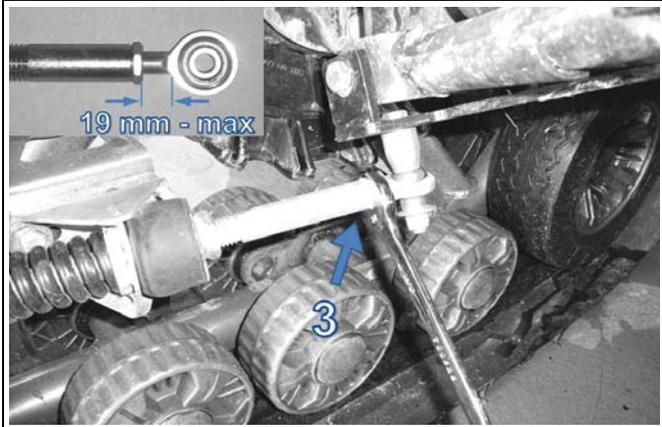

Figure 15
*NOTA: Dans certains cas rares où l'ajustement de l'écrou (article 2, Figure 14) comprimant le ressort se situe près de l'extrémité de la tige filetée, rallonger l'assemblage en desserrant l'écrou de blocage (article 3, Figure 15) et dévisser la tige afin que les filets de la rotule soient visibles sur au plus 19 mm. S'assurer que l'écrou de blocage est bien barré contre la tige filetée après l'installation.*